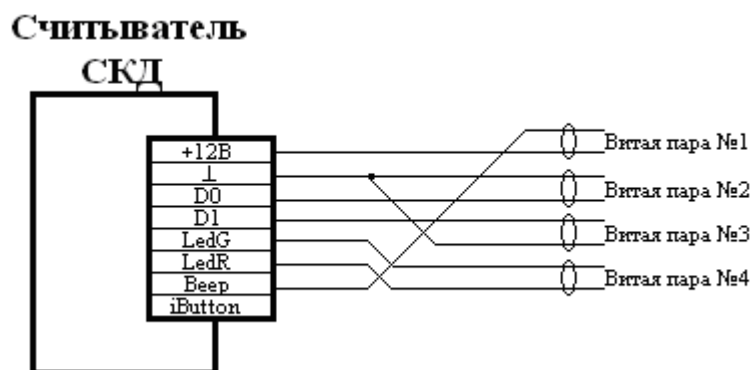

Рисунок 8.4.б: Нарращивание провода считывателя с использованием витой пары.
- 8.3.4 Для подключения считывателя, с использованием 4-х витых пар необходимо использовать схему, приведенную на рисунок 8.4.б.